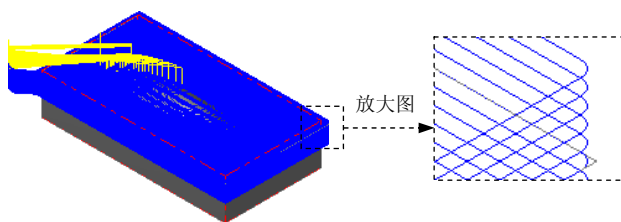

图 9.8 刀具路径
(1) 在“曲面粗加工挖槽”对话框中单击 **粗加工参数** 选项卡, 在 **Z 轴最大进给量** 文本框中输入 1, 然后在 **进刀选项** 区域选中 **✓** **由切削范围外下刀**、**✓** **螺旋式下刀** 复选框。
(2) 单击 **螺旋式下刀** 按钮, 系统弹出“螺旋/斜插进式下刀参数”对话框。单击“螺旋/斜插进式下刀参数”对话框中的 **斜插进刀** 选项卡, 在 **如果斜插下刀失败** 区域选中 **中断程序** 单选项, 单击“螺旋/斜插进式下刀参数”对话框中的 **✓** 按钮。
(3) 单击 **切削深度(D)...** 按钮, 在系统弹出的“切削深度设置”对话框中选中 **绝对坐标** 单选项, 然后在 **绝对的深度** 区域的 **最高位置** 文本框中输入 5, 在 **最低位置** 文本框中输入 -35。单击 **✓** 按钮, 系统返回至“曲面粗加工挖槽”对话框。
(4) 单击 **间隙设置(G)...** 按钮, 在系统弹出的“刀具路径的间隙设置”对话框中单击 **重设(R)** 按钮, 在 **切弧的半径** 文本框中输入 10.0, 在 **切弧的扫描角度** 文本框中输入 90.0。单击 **✓** 按钮, 系统返回至“曲面粗加工挖槽”对话框。
(5) 单击 **高级设置(E)...** 按钮, 在系统弹出的“高级设置”对话框中单击 **重设(R)** 按钮。单击 **✓** 按钮, 系统返回至“曲面粗加工挖槽”对话框。
Step11. 单击“曲面粗加工挖槽”对话框中的 **✓** 按钮, 完成加工参数的设置, 此时系统将自动生成图 9.8 所示的刀具路径。